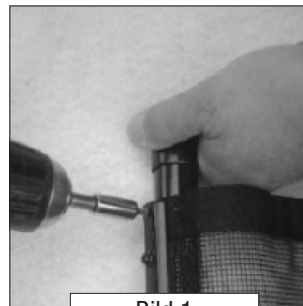

Bild 1
- Drehen sie die obere Schraube der Pfosten mit dem Elektroschrauber und der Bit-Aufnahme heraus (siehe Bild 1).